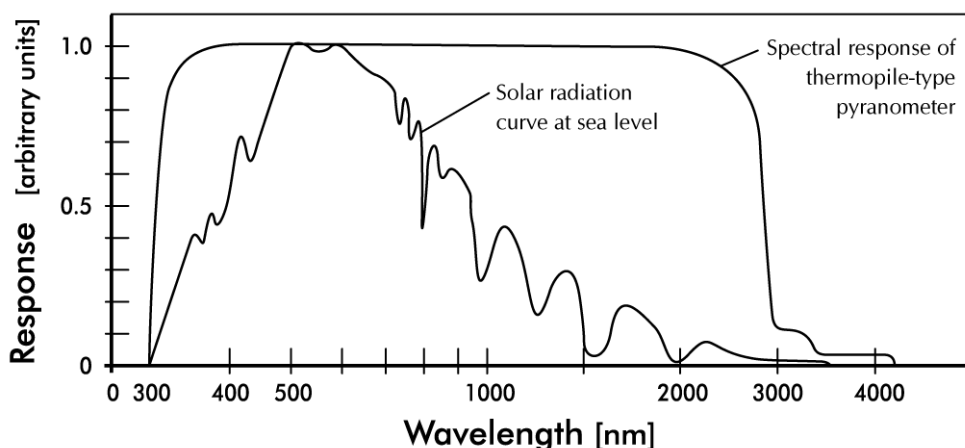

Figura 9 Espectro de irradiancia solar en la superficie de la Tierra y respuesta del piranómetro
El espectro de la radiación solar que llega a la superficie de la Tierra está dentro del rango de longitudes de onda que va de 280 nm a 4000 nm, que van desde la ultravioleta (UV) hasta el infrarrojo (FIR) como se muestra en la Figura 9. Debido a las propiedades físicas excelentes de la cúpula de cristal y la pintura que absorbe el negro, los radiómetros de las series CMP/CMA de Kipp & Zonen son igualmente sensible a un amplio rango espectral. El 97-98 % de la energía total la absorberá el detector térmico. El piranómetro CMP 22 tiene un amplio rango espectral debido a las cúpulas de cuarzo utilizadas en su construcción.